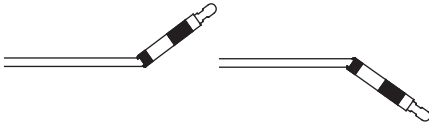

Figura 6
- Em seguida endireite novamente o empurrador, continue dobrando e endireitando até o tubo do empurrador se abrir, expondo o elemento de liberação (Figura 6).